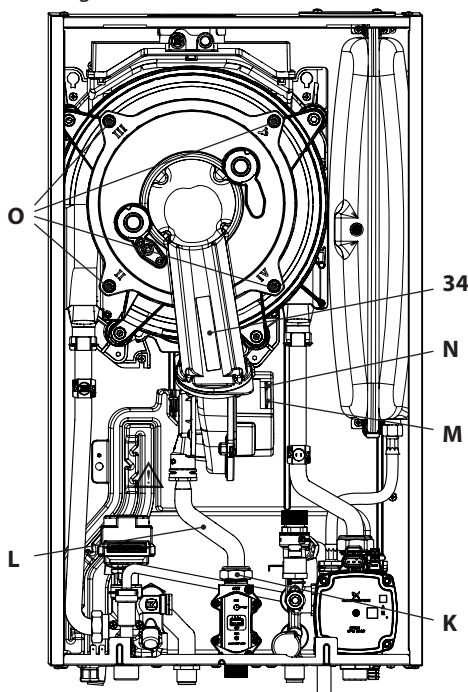

Figura 9.12
Rimozione del gruppo bruciatore ventilatore 34 in Figura 9.12.
- Scollegare il connettore **M** tirandolo verso il basso (Figura 9.12).
- Scollegare il connettore del ventilatore **N** tirandolo verso il basso (Figura 9.12).
- Svitare i dadi **O** e rimuovere il gruppo bruciatore ventilatore 34 (Figura 9.12)